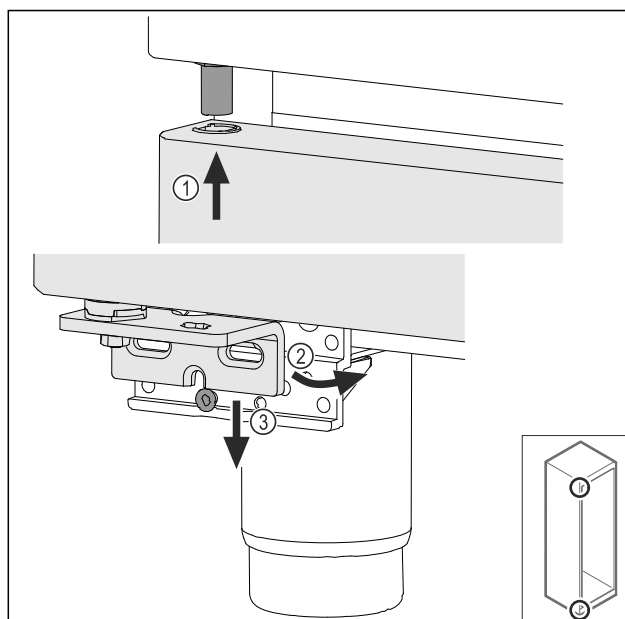

Fig. 47
- Indfør døren let på skrå foroven Fig. 47 (1), indjuster døren lige Fig. 47 (2), og påsæt den forned på lejebuksskruen Fig. 47 (3).